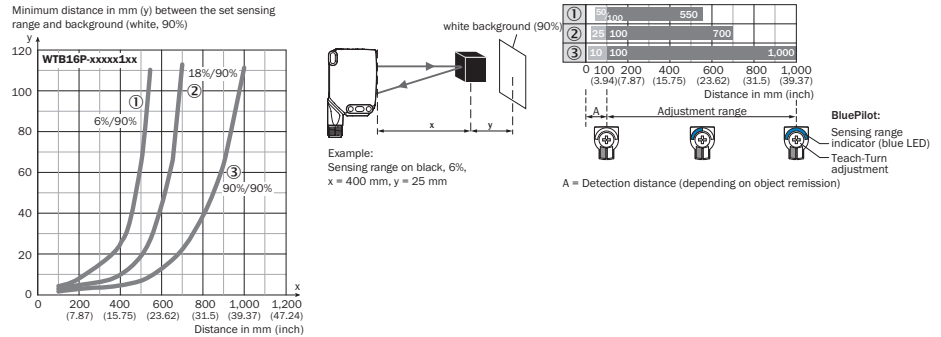

図 75: 特性曲線 1, WTB16P Bluetooth-xxxx1xx, 赤色光
背景抑制のための最小距離 (= y) は図 [ 図 75 ①] から以下のように読み取ることができます: